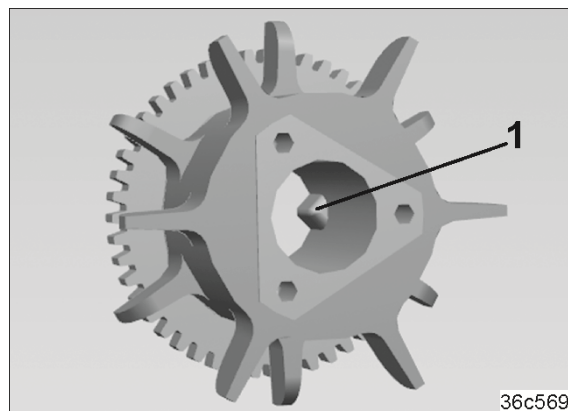

Fig. 253
9. Remover os condutores triangulares (Fig. 253/1) das rodas de sementeira de feijão que devem ser desligadas mais tarde para criar sulcos de marcha.
Os condutores triangulares (Fig. 253/1) das outras rodas de sementeira de feijão engatam no entalhe do veio de semeador.